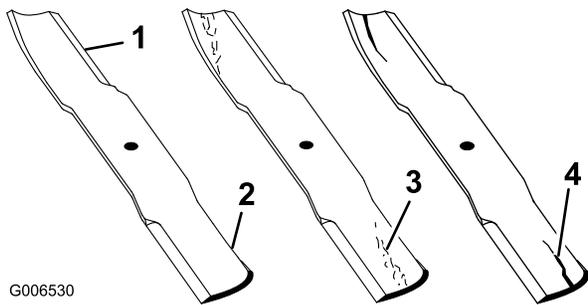

Figura 40
1. Inspeccione los filos de corte (Figura 40). Si los bordes no están afilados o tienen mellas, retire las cuchillas y afílelas; consulte Cómo afilar las cuchillas.
2. Inspeccione las cuchillas, especialmente la parte curva (Figura 40). Si observa daños, desgaste o la formación de una ranura en esta zona (elemento 3
en la Figura 40), instale inmediatamente una cuchilla nueva.